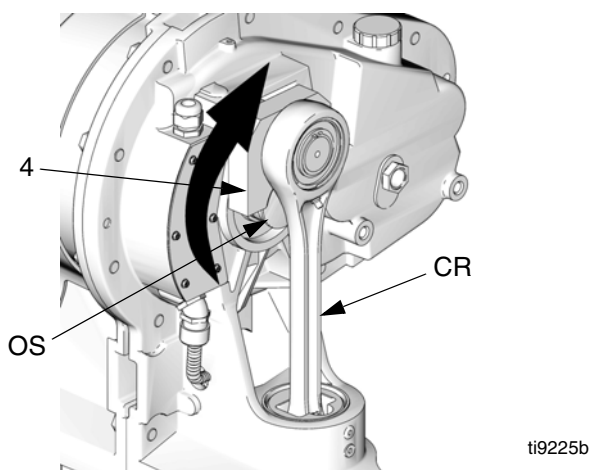

FIG. 18. Gire el brazo de manivela
10. Vea la FIG. 18. Gire el brazo de manivela (4) para poder extraerlo del eje de salida (OS).
11. Tire del conjunto de brazo de manivela/varilla de conexión/pistón de corredera (CR) hacia arriba y afuera del cilindro.
12. Retire los cojinetes antiguos (8).